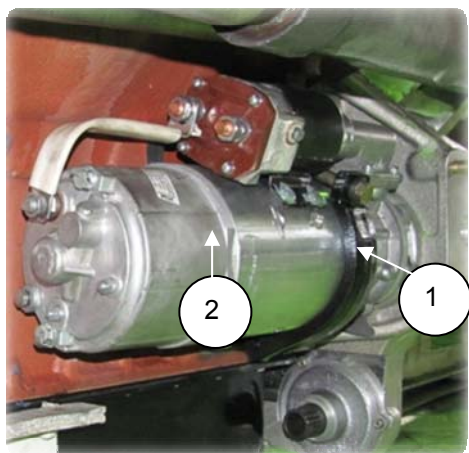

Рис. 6.72
4. Собрать болт М14 с шайбой, установить стартер (2) до упора в расточку картера маховика втягивающим реле вверх, обеспечив зацепление с маховиком, зацепить скобу (1) крепления стартера за кронштейн крепления стартера нижний, прижать стартер скобой к расточке блока, завернуть болт крепления скобы на 2-3 нитки от руки (рис. 6.72);